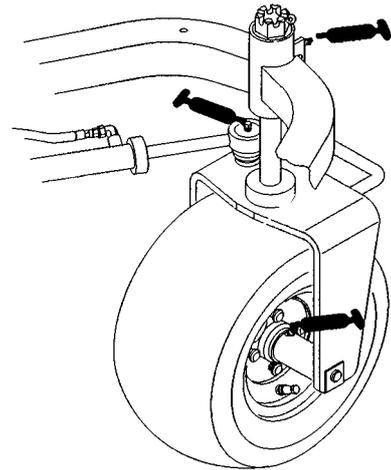
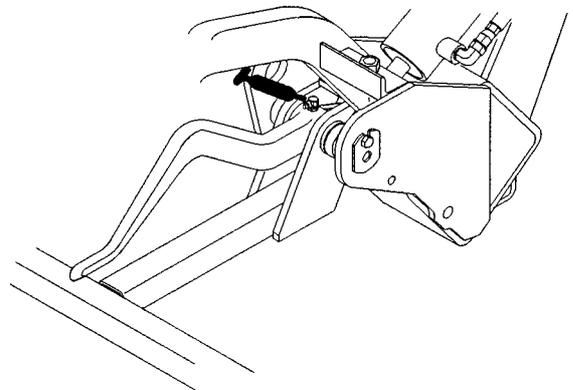
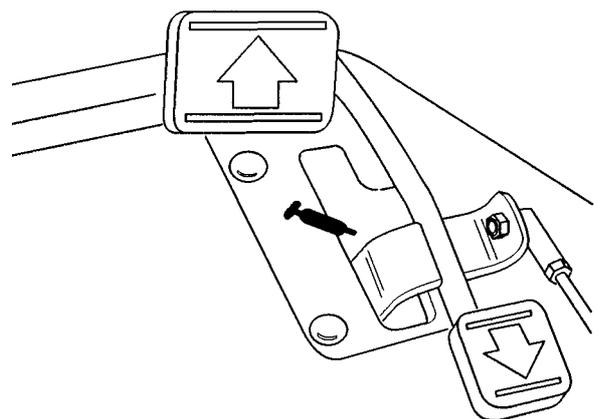

Bild 19
Bild 20
Bild 21
Die Lager und Büchsen der Zugmaschine, die abgeschmiert werden müssen, sind: Radnabe hinten (1), Laufrollenlager (1), Lenkzylinder (2) (Bild 19), Hubarme (3) (Bild 20), Fahrpedalgelenk (1) (Bild 21).